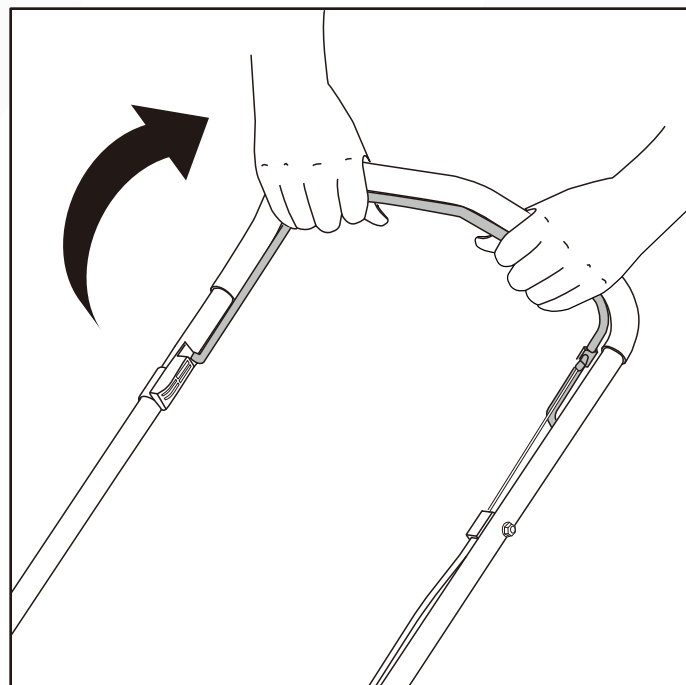

Fig.10A
1. Enganche el barreno apretando la palanca de control del barreno contra la empuñadura superior. (Fig.10A)